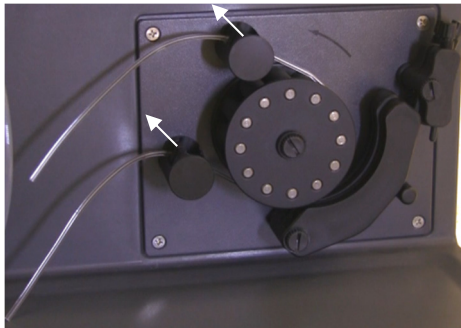

Imagen 11. Bomba peristáltica con barras de presión hacia arriba y barra de presión libre, permitiendo que la tubería pueda aflojarse
- a Empuje hacia arriba los tornillos de las barras de presión. Esto los libera de la barra de presión (consulte la imagen 11).